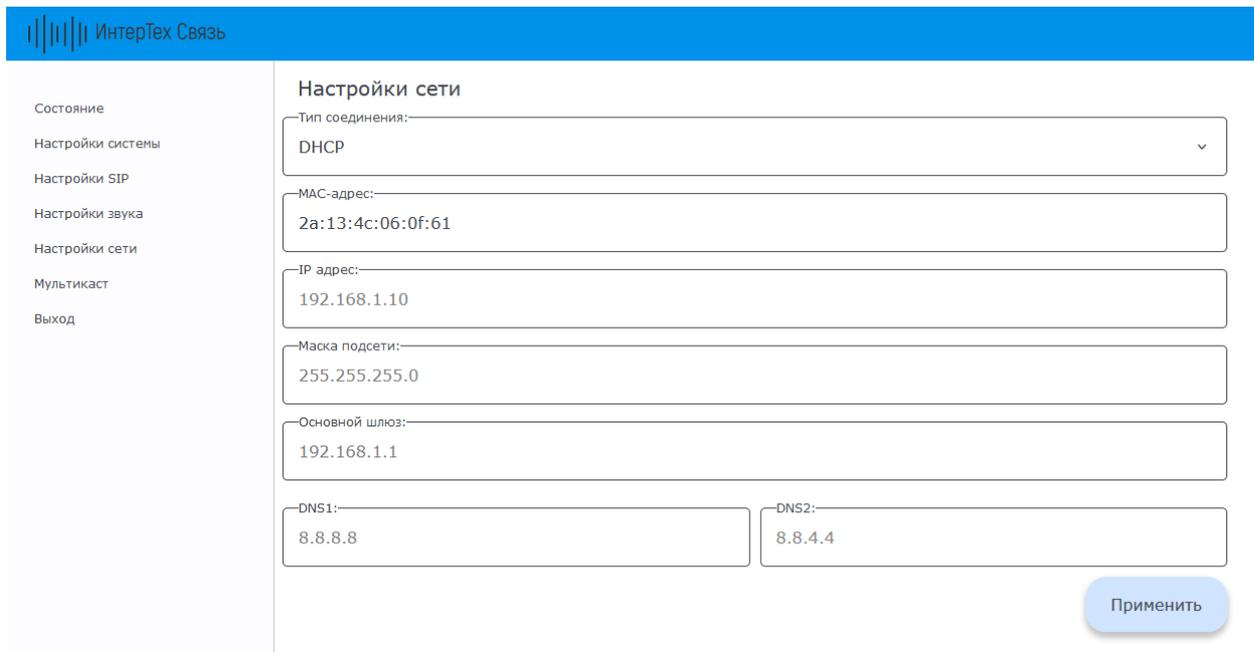

Рисунок 9 – Меню «Настройки сети», режим DHCP
2.5.6.4 В режиме DHCP (рисунок 9) устройство получает IP-адрес автоматически от DHCP сервера. В соответствующих полях отображаются данные полученные от сервера.